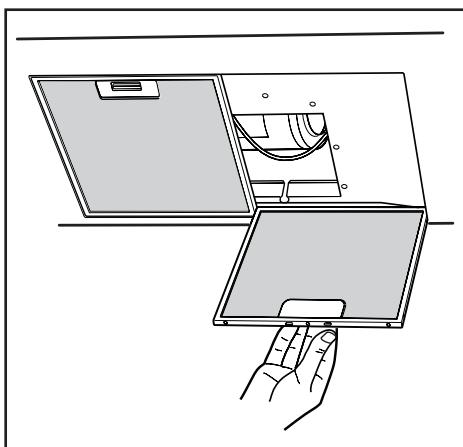

Fig.7
- Der Mindestabstand zwischen der Stellfläche für die Kochbehälter auf der Kochvorrichtung und dem unteren Teil der Abzugshaube muss mindestens 65 cm betragen. Falls ein Verbindungsrohr verwendet wird, das aus zwei oder mehr Teilen zusammengesetzt ist, muss der obere Teil über den unteren gestülpt werden. Auf keinen Fall darf das Abluftrohr der Küchenhaube an ein Rohr angeschlossen werden, in dem Warmluft zirkuliert oder das zur Entlüftung von Geräten verwendet wird, die an eine andere Energiequelle als an Strom angeschlossen sind. Vor der Durchführung der Montagevorgänge, den/die Fettfilter entfernen, damit sich das Gerät leichter handhaben lässt (Abb.7).